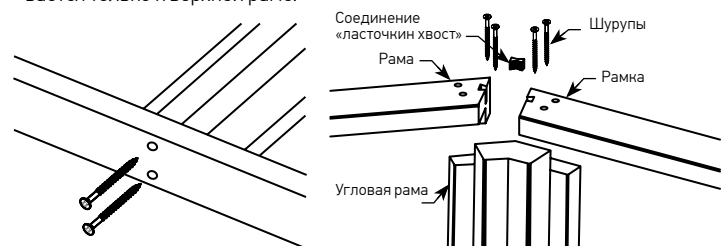

Рис.4
- 4) Если в раме используется Т-образный профиль, его нужно прикрутить к раме, как показано на (Рис.4). Если рама из 3 частей, то профиль прикручивается только к верхней раме.